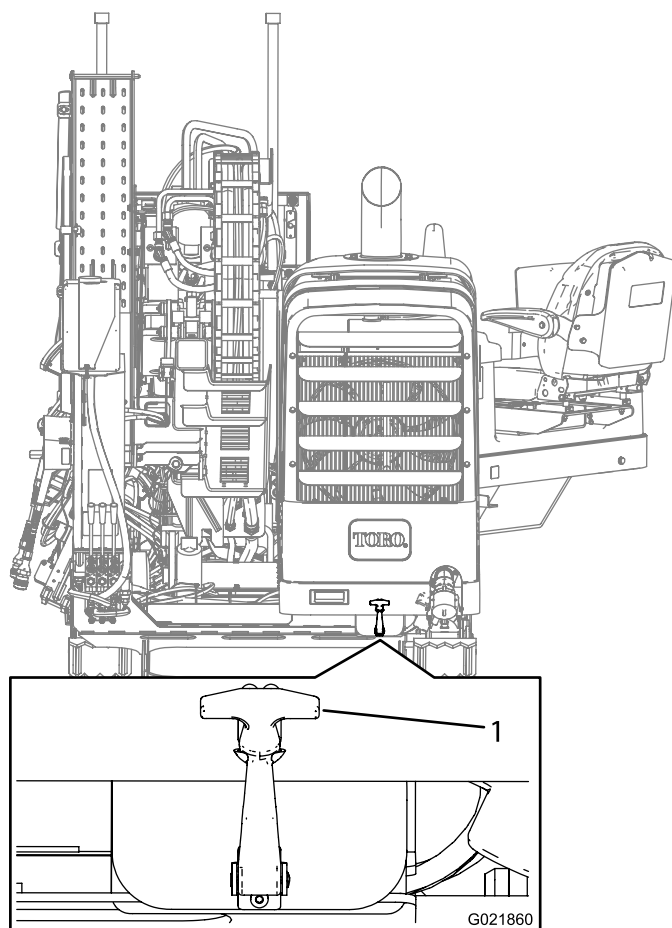

Figura 95
2. Tire hacia fuera del cierre del capó (Figura 95).